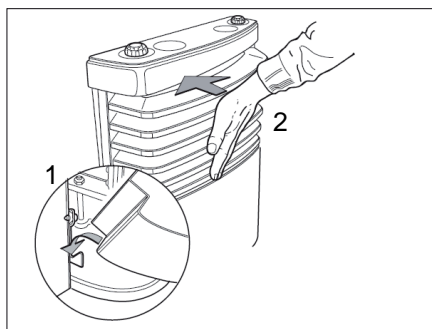

Bild 107 Heizungsverkleidung anbringen
- Heizungsverkleidung montieren. Dazu Verkleidung in die unteren Lager einhängen (Bild 107,1).
- Abdeckung einschwenken bis die Verriegelungshebel hörbar einrasten (Bild 107,2).